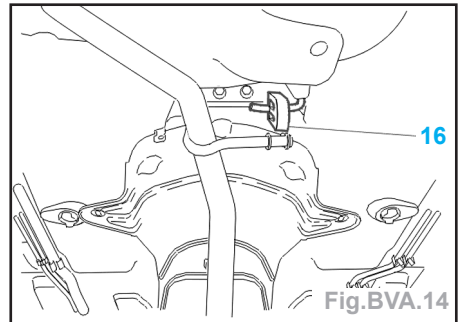

Fig.BVA.14
- Déposer (Fig.BVA.14) :
- le silentbloc d'échappement (16),